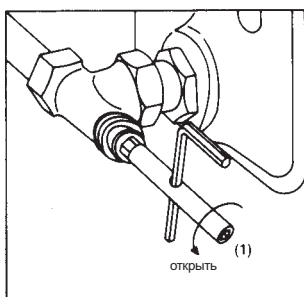

Рис. 5
- 3.3 Ослабить вставку вентиля шестигранным ключом SW 10 (1) поворотом влево (макс. ¼ оборота) (рис. 5).